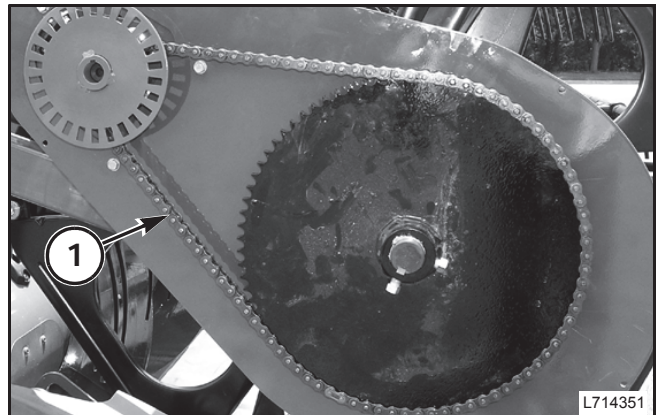

FIG. 20
FIG. 20: A pesar de que los anillos sellados formen un depósito de lubricado entre el perno y el buje, lubrique la corriente de accionamiento del molinete (1) periódicamente, según sea necesario, para impedir la formación de corrosión. Lubrique la corriente de accionamiento con lubricante AGCO para corrientes y cables o aceite liviano para motor, cada 100 horas de operación. Aplique el lubricante libremente con la corriente calentada, después deje que el exceso de aceite sea purgado, antes de operar la cosechadora.